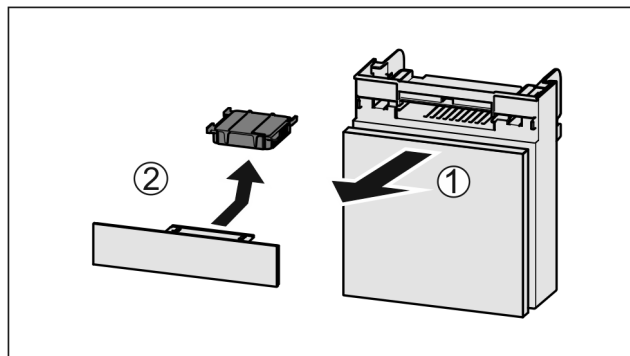

Fig. 152
- Pretinac izvucite Fig. 152 (1) prema naprijed.
- Izvadite filtara s aktivnim ugljenom Fig. 152 (2).